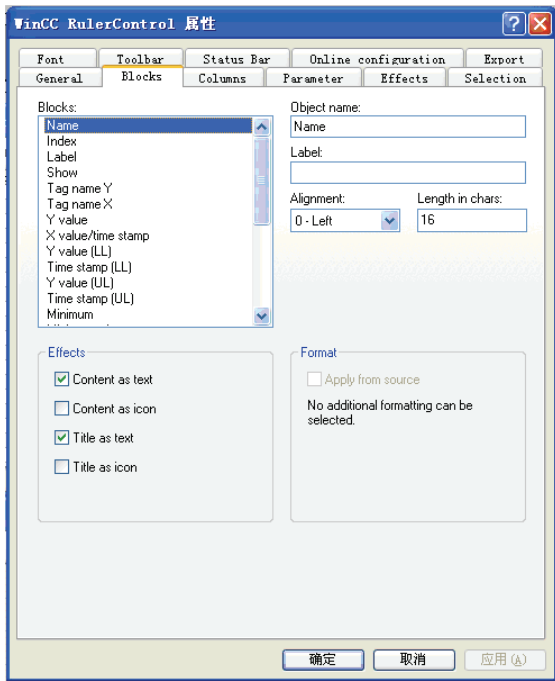

图 7-29 “Blocks”选项卡
3) “Blocks” 选项卡如图 7-29 所示。每个列对应一个块。要定义选定列的属性，请单击相应的块。如果块中存在特殊格式，则可以组态块的格式。如果此时不采用已连接控件的格式设置，则禁用选项 “Apply from source”，定义所需的格式。